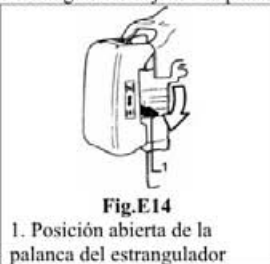

Fig.E14
3. Baje la palanca del estrangulador a la posición "abierta". Véase la Fig.E14
Cuando arranque el motor abra el estrangulador bajando la palanca. Véase la Fig.E14